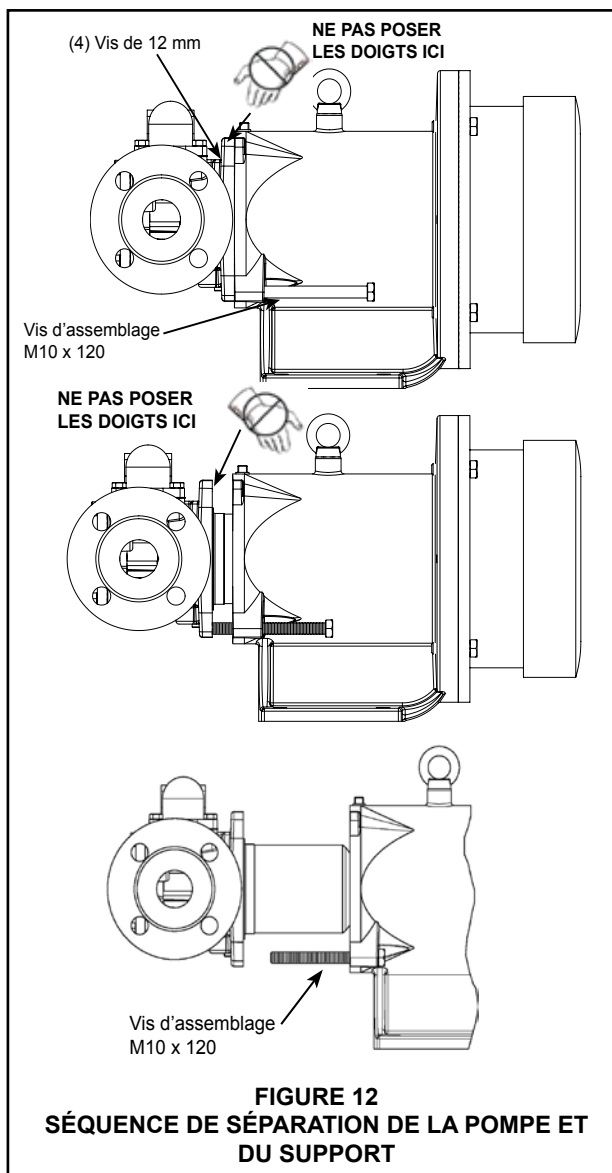

FIGURE 12
1. Retirer la tuyauterie des orifices et retirer les vis d'assemblage bloquant la pompe sur le support. Soutenir la pompe avec un palan si possible. Utiliser la vis d'assemblage M10 x 120 dans le support pour séparer l'aimant intérieur de l'aimant extérieur (voir la figure 12).